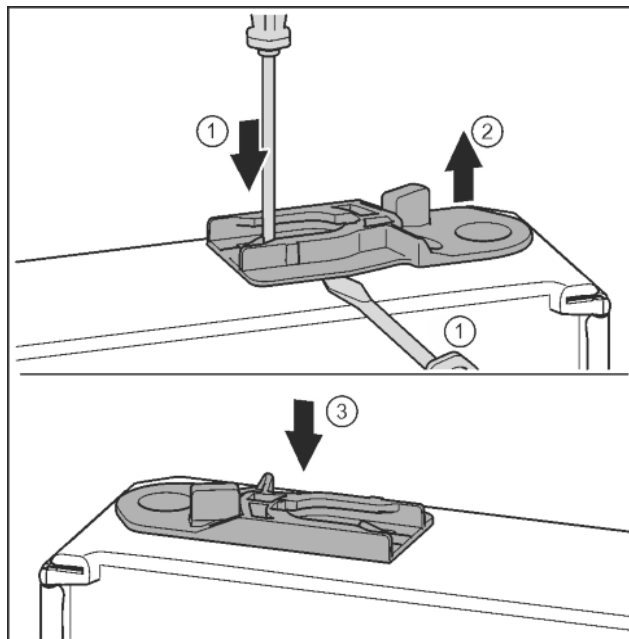

*Fig. 35*
- ▶ Снять крышку и поставить с другой стороны. *Fig. 35 (1)*
- ▶ Установить опорный кронштейн с другой стороны и прикрутить с помощью отвертки T25. Начинать с винта 2 в центре. *Fig. 35 (2)*
- ▶ Затянуть винты 3 и 4. *Fig. 35 (3, 4)*
- ▶ Повернуть соединительный элемент амортизатора закрывания дверей на 180°. Прикрутить с другой стороны опорного кронштейна с помощью отвертки T25. *Fig. 35 (5)*
- ▶ Снова установить опорный палец в сборе. При этом следить за тем, чтобы выступ фиксатора был направлен назад. *Fig. 35 (6)*